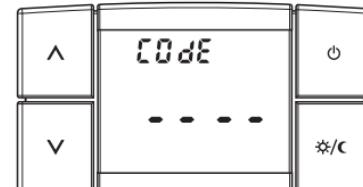

fig. 36
- l'inscription « **CodE** » et « **-----** » si aucun mot de passe n'a été activé (fig. 36)